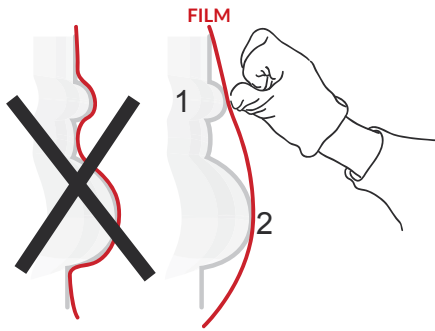

Figure 06
- › Tendre le film sur le support de façon à ce que ce dernier touche les parties en relief. (FIG. 06) ① et ②